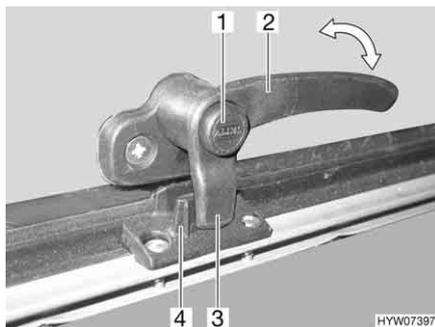
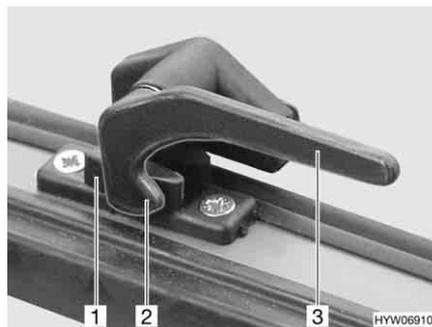

Fig. 78 Alavanca de trava com botão de segurança na posição "Fechada"
Fig. 79 Alavanca de trava na posição "Fechada"
- Se disponível, prima o botão de segurança (Fig. 78,1) e mantenha-o premido.
- Gire a alavanca de trava (Fig. 78,2 ou Fig. 79,3) um quarto de volta na direção do meio da janela.
- Gire a alavanca de trava (Fig. 78,2 ou Fig. 79,3) um quarto de volta em direção à moldura da janela. A ponta de trava (Fig. 78,3 ou Fig. 79,2) na alavanca de trava fica completamente assente na parte de dentro do dispositivo de bloqueio da janela (Fig. 78,4 ou Fig. 79,1).
- Na posição "Bem fechada" (Fig. 78 e Fig. 79)